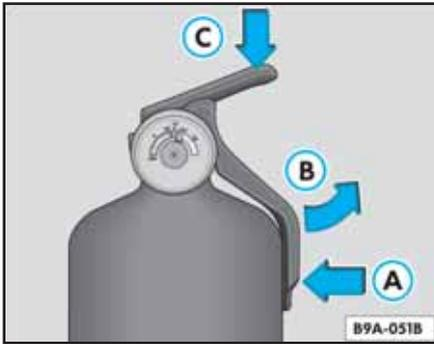
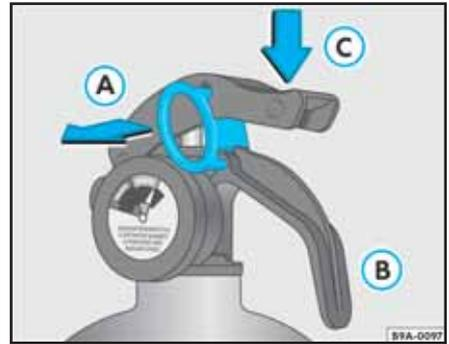

Fig. 137 Secuencia de utilización del extintor de incendio con lacre en el cilindro
Fig. 138 Secuencia de utilización del extintor de incendio
- Quiebre el lacre de inviolabilidad ⇒ fig. 137 (A) o ⇒ fig. 138 (A) -flecha-.
- Levante la palanca ⇒ fig. 137 (B) y apriete simultáneamente el gatillo (C) o
- Sujete el extintor por la asta ⇒ fig. 138 (B) y apriete el gatillo (C).